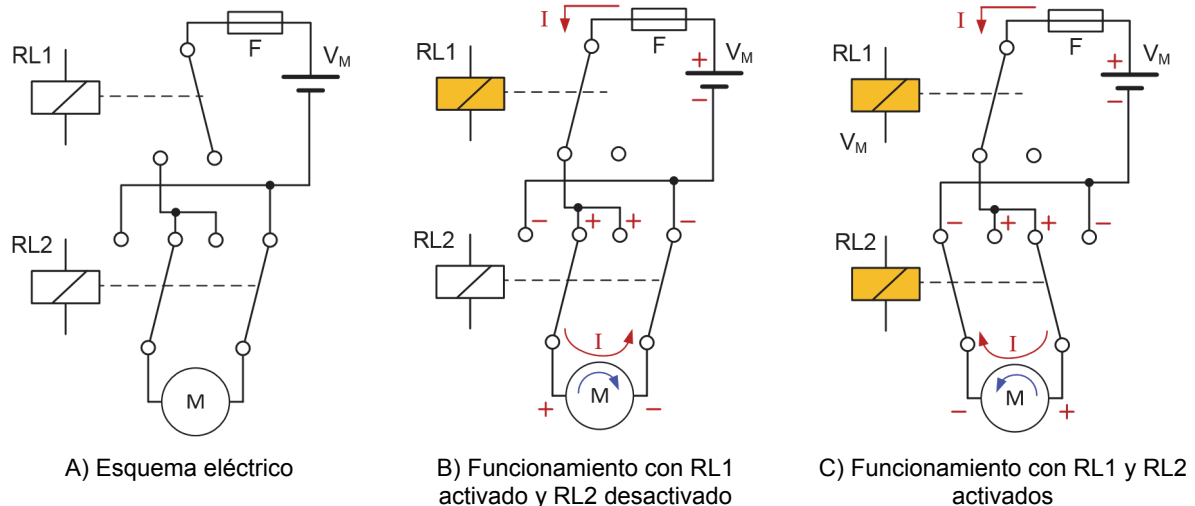

Figura 8. Ejemplo de esquema eléctrico de un circuito para activar un motor mediante relés.
La Figura 8 muestra un circuito en el que se conecta un motor (M) a una fuente de alimentación ajustable (V_M) para controlar su velocidad, utilizando un relé con conmutador doble (RL2) para invertir la polaridad y cambiar el sentido de giro. El circuito también incluye otro relé de conmutador simple (RL1) para cortar dejar pasar la corriente por el circuito, por lo que actúa a modo de interruptor para poner en marcha o parar el motor.
Además, el circuito de la Figura 8 incluye un fusible (F) para limitar la corriente que circula por el motor y así proteger éste. Como se ve en la Figura 8-A, en el esquema eléctrico los relés se pintan en su estado de reposo, en este caso con RL1 cortando el paso de la corriente. La Figura 8-B representa lo que ocurriría cuando se activa la bobina de RL1: el conmutador de este relé deja pasar la corriente de modo que el motor gire en sentido horario. Si se activase RL2 además de RL1, como se presenta en la Figura 8-C, la corriente también circularía por el motor, pero en sentido contrario al caso anterior, y el motor giraría en sentido antihorario.